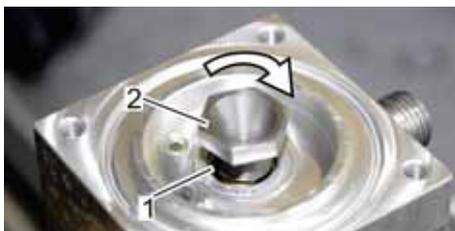

Abb. 90: Ventilsitz eindrehen
5. → Das Gewinde des Ventilsitzes (Abb. 90/2) leicht mit Fett *Anti Seize* gefettet in die Einsatzbohrung (Abb. 90/1) des Gehäuses handwarm in Pfeilrichtung eindrehen.